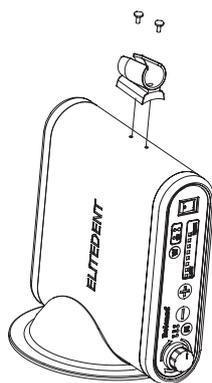

рис. 8.1
- Зафиксируйте держатель наконечника на основании модуля с помощью шурупов. (См. рис. 8.1)